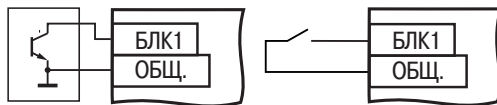

Рисунок 3.7
3.2.1.5 **Сигнал «блокировка»** запрещает запуск формирователя импульсов. При его снятии произойдет плавный выход на заданный уровень мощности со скоростью, задаваемой положением переключателя **DIP3**. В качестве источника сигнала «блокировка» могут применяться электронные устройства, имеющие на выходе сигнал TTL-уровня, транзистор *n-p-n*-типа с открытым коллекторным выходом или контакты кнопки, тумблера, геркона или реле (рисунок 3.7). Активный уровень сигнала «блокировка» – низкий. Всего в блоке два входа блокировки. Блок переходит в состояние «блокировка» при наличии активного сигнала хотя бы на одном из них.
- **Блокировка.** Блок переходит в это состояние из состояния **Работа** при подаче сигнала блокировки (см. рисунок 3.7). Это состояние длится до тех пор, пока сигнал не